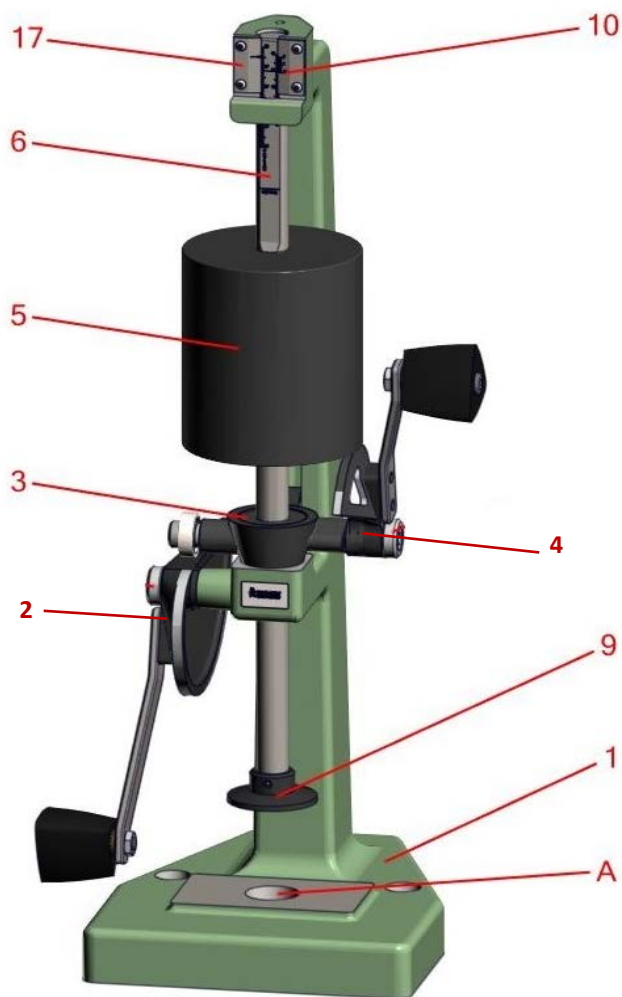

Figure 1 : Damoir de Sable – Principaux Composants
L'appareil (Figure 1) se compose d'un cadre (N°1), d'une came auxiliaire (N°2) et d'une came principale (N°4) en fonte hautement résistante. Les autres pièces sont en acier trempé et dotées d'un revêtement spécial antirouille, afin de les protéger de l'environnement corrosif du laboratoire.
2. Ce dernier doit être placé de façon à ce que sa bride supérieure soit parfaitement horizontale. Toute inclinaison sera répercutée à la base de l'appareil et le damoir de sable, avec sa tige principale (Figure 1, N°6), perdront leur verticalité. Insérez des cales au besoin et fixez le socle au sol avec des boulons.
5. Lubrifiez la tige (Figure 1, N°6) avec une huile légère (SAE 10). Éliminez l'excès d'huile à l'aide d'un chiffon propre et absorbant. Laissez une fine couche d'huile sur la tige afin que l'outillage coulisse facilement. L'appareil doit toujours être maintenu dans cet état.
6. Ne jamais tourner la came principale (Figure 1, N°4) sans sable de moulage à l'intérieur du tube à éprouvette, ou l'énergie d'impact du poids en chute libre (Figure 1, N°5) sera absorbée par le cadre (Figure 1, N°1) et affectera l'alignement.
le côté gauche (Figure 1, N°17), et le vernier de hauteur d'éprouvette, aussi appelé vernier droite (Figure 1, N°10). Les deux autres sont gravées directement sur la tige (Figure 1, N°6) – l'échelle de compactabilité (côté gauche) et l'échelle de hauteur d'éprouvette (côté droit).
5. Déplacez doucement le montage socle/tube à éprouvette vers le support du socle du damoir de sable (Figure 1, Lettre A).
6. Tournez doucement la came auxiliaire (Figure 1, N°2) afin de faire descendre la tige principale (Figure 1, N°6) et le pied de compactage (Figure 1, N°9) dans le sable contenu dans le tube à éprouvette. Puis, tournez lentement la came principale (Figure 1, N°4) pour faire chuter le poids trois fois, avec trois révolutions complètes de la came.
7. À l'aide de la marque 50 mm (ou 2") située sur le vernier gauche (Figure 1, N°17), lisez et enregistrez la valeur de compactabilité à partir de l'échelle correspondante gravée sur le côté gauche de la tige (Figure 1, N°6).
7. Déplacez doucement le montage socle/tube à éprouvette vers le support du socle du Damoir de Sable (Figure 1, Lettre A).
8. Tournez doucement la came auxiliaire (Figure 1, N°2) afin de faire descendre la tige principale (Figure 1, N°6) et le pied de compactage (Figure 1, N°9) dans le sable contenu dans le tube à éprouvette. Puis, tournez lentement la came principale (Figure 1, N°4) pour faire chuter le poids trois fois, avec trois révolutions complètes de la came.
3. Avant de retirer la came auxiliaire (Figure 1, N°2) et le pied de compactage (Figure 1, N°9) de l'intérieur du tube à éprouvette, mesurez la hauteur réelle de l'éprouvette à l'aide du vernier de poids droite à 0,1 mm près (1/128"). Pour ce faire, alignez les deux marques les plus proches entre le vernier de poids droite et l'échelle de poids d'éprouvette gravée sur le côté droit de la tige. Cette procédure est illustrée sur le schéma suivant. Notez cette valeur.